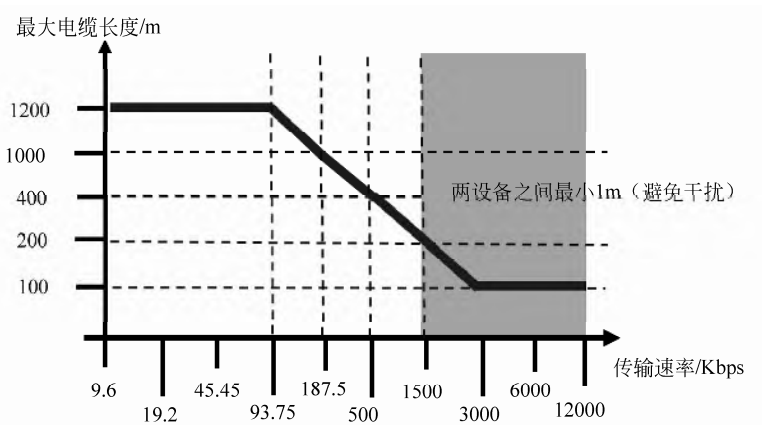

图 7-15 传输距离与波特率的对应关系
② 最大电缆长度和传输速率的关系 PROFIBUS-DP 段的最大电缆长度和传输速率有关，传输的速度越大，则传输的距离越近，对应关系如图 7-15 所示。一般设置通信波特率不大于 500kbps，电气传输距离不大于 400 m（不加中继器）。
(1) PROFIBUS 电气接口网络
① RS-485 中继器的功能 如果通信的距离较远或者 PROFIBUS 的从站大于 32 个, 就要加入 RS-485 中继器。如图 7-15 所示, 波特率为 500kbit/s 时, 最大的传输距离为 400m。如果传输距离大于 1000m, 需要加入 RS-485 中继器, 就可以满足长度和传输速率的要求, 拓扑结构如图 7-17 所示。